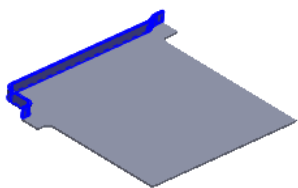
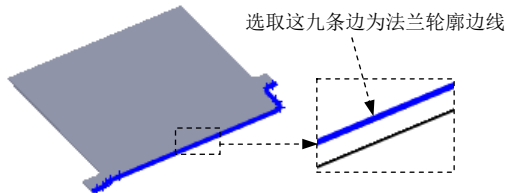

图 7.6.12 边线-法兰 1
图 7.6.13 选取法兰轮廓边线
Step9. 创建图 7.6.12 所示的钣金特征——边线-法兰 1。选择下拉菜单 **插入(I)** → **钣金(B)** → **边线法兰(E)...** 命令；选取图 7.6.13 所示的九条边线为法兰轮廓边线；在 **角度(G)** 区域的  文本框中输入角度值 90.0；在“边线-法兰”对话框的 **法兰长度(L)** 区域的下拉列表中选择 **给定深度** 选项，在  文本框中输入深度值 5.0；在此区域中单击“外部虚拟交点”按钮 ；在 **法兰位置(N)** 区域中单击“折弯在外”按钮 ；单击  按钮，完成边线-法兰 1 的创建。